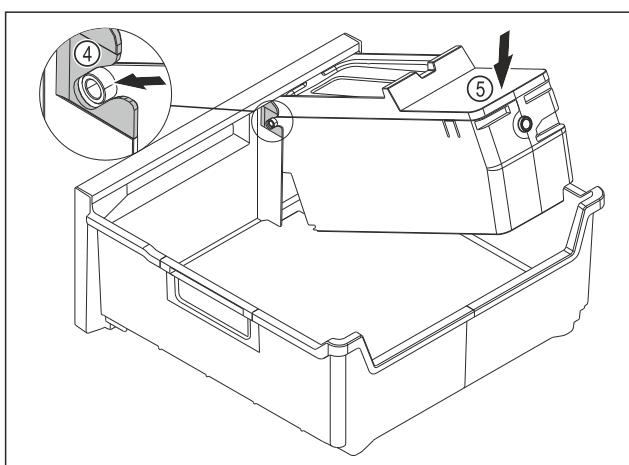

Fig. 140
- Montáž korpusu EasyTwist-Ice: Osi korpusu EasyTwist-Ice zasuňte do vedení Fig. 140 (4).
- Zatlačte korpus EasyTwist-Ice Fig. 140 (5) zozadu smerom nadol.